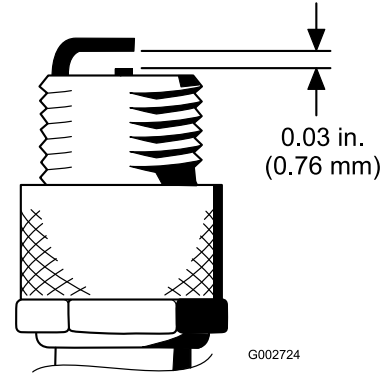

图32
4. 如图32所示，将中心电极与侧电极之间的空隙设置为 0.76mm。